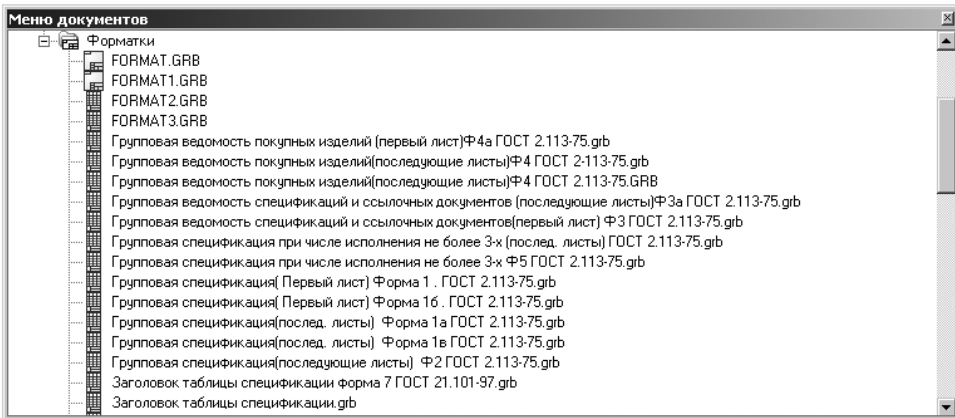

Рис. 1.22. Меню документов
**Меню документов** содержит графическое и текстовое представление библиотек и чертежей в текущей конфигурации библиотек (рис. 1.22). Оно предназначено для быстрой загрузки необходимого чертежа, просмотра библиотек чертежей, а также добавления документов в текущий документ в качестве фрагментов или картинок. Меню документов вызывается выбором пункта текстового меню «*Настройка→Окна→Меню документов*».